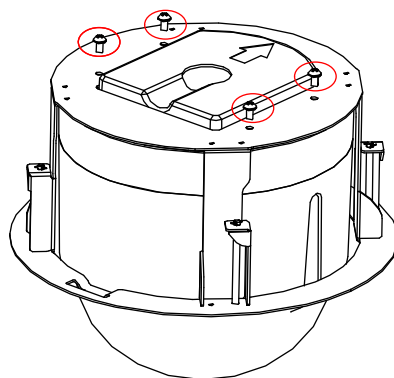

图2-15 拆除螺钉
- 用十字螺丝刀拆除嵌入式智能球的四颗螺钉，如图 2-15 示。